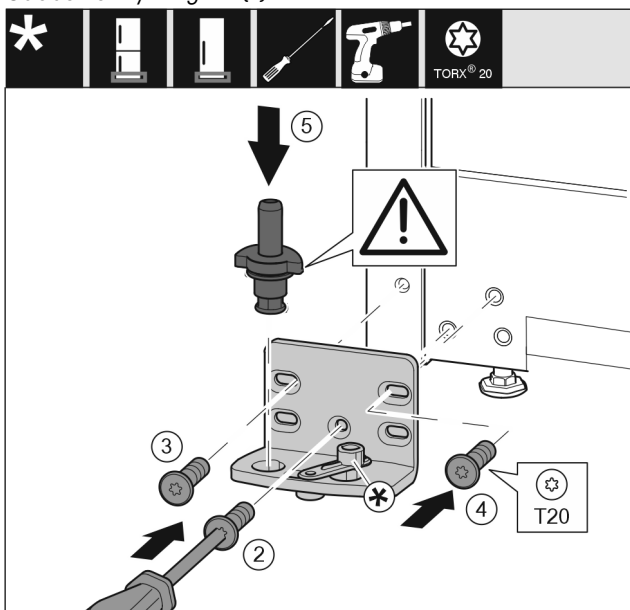

Fig. 15
- Ložiskovú konzolu nasadte na druhú stranu a priskrutkujte ju pomocou skrutkovača T20. Začnite skrutkou 2 dole v strede. Fig. 15 (2)
- Pevne zaskrutkujte skrutku 3 a 4. Fig. 15 (3,4)
- Ložiskový čap úplne nasadte. Dbajte pritom na to, aby zaistovací doraz ukazoval smerom dozadu. Fig. 15 (5)